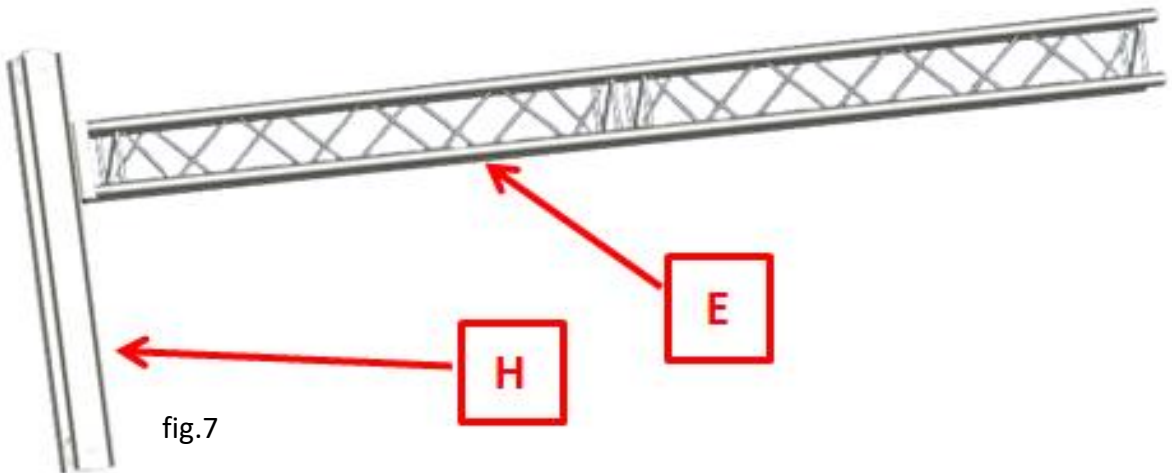

fig.7
a) Assembler la tête (Rep.H) sur la structure SC300 (Rep.E) à l'aide d'un kit de jonctions (fig.7), toujours à l'horizontal.